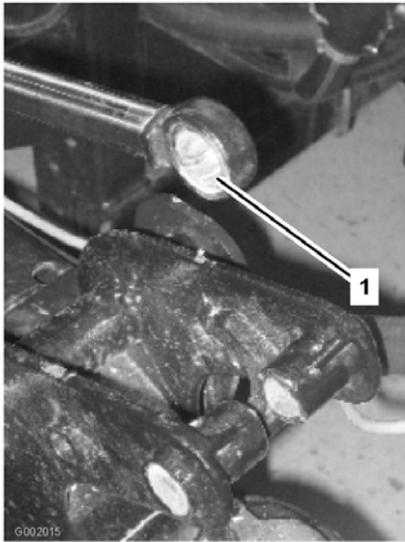

図 45
5. アクチュエータ・ロッドのベアリング端部を動かしながらベアリング内部にグリスを注入する(図 45)。にじみ出たオイルはふき取ってください。